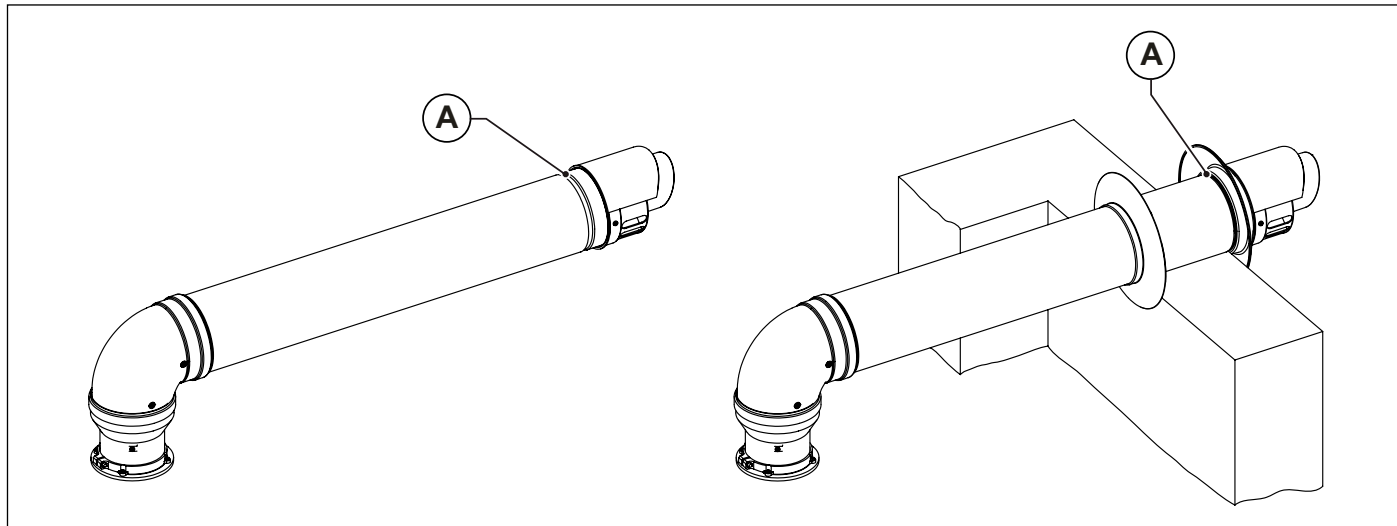

Fig. 16 Instalação dos terminais de parede
Os terminais de aspiração do ar e descarga dos fumos, separados ou coaxiais, na parte final são dotados de um canal (A) para a fixação do florão externo (veja Fig. 16 Instalação dos terminais de parede).